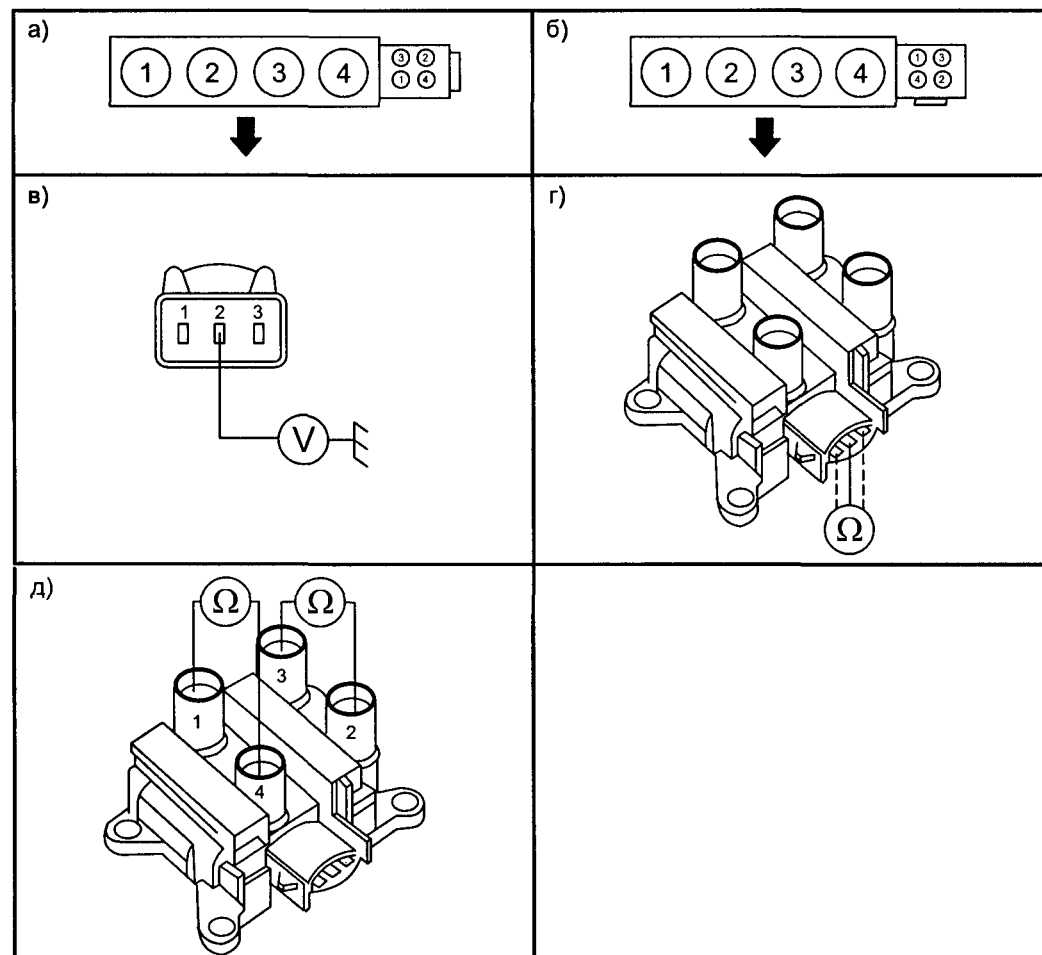

Рис. 2.4.8. Схема подключения приборов для проверки системы зажигания
Схема подключения приборов для проверки системы зажигания приведена на рис. 2.4.8.
Порядок зажигания стандартный для 4-цилиндрового двигателя: 1-3-4-2. Маркировка цилиндров и катушки зажигания для двигателей объемом 1,4 и 1,6 л приведена на рис. 2.4.8а, а для двигателей объемом 1,8 и 2,0 л — на рис. 2.4.8б.
- включают зажигание и проверяют наличие 12 В на контакте 2 разъема жгута катушки (рис. 2.4.8в), поступающее с шины «15» замка зажигания, если напряжение равно нулю — проверяют замок зажигания и проводку;
- отключают разъем катушки зажигания и измеряют сопротивление первичных обмоток между контактами 1—2 и 3—2 разъема катушки (рис. 2.4.8г). Оно должно составлять 0,4...0,6 Ом;
- отключают высоковольтные провода от выходов катушки и измеряют сопротивление вторичных обмоток между выводами катушки 1—4 и 3—2 (рис. 2.4.8д). Оно должно составлять 9900 Ом;